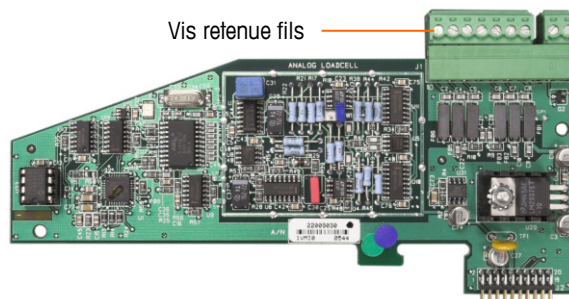
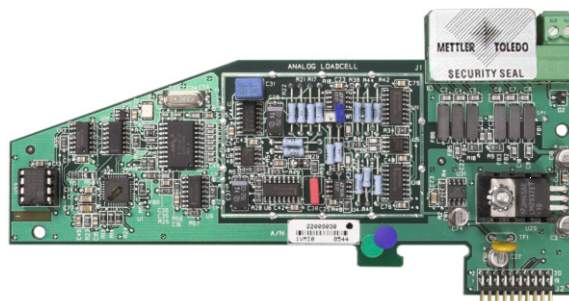

Figure 2-114 : Connexions de la carte d'options non protégée
Figure 2-115 : Sceau de sécurité installé
3. Pour protéger le(s) câble(s) d'interconnexion du capteur (connecté(s) aux cartes d'options), un sceau de sécurité doit être placé sur chaque connecteur pour éviter qu'ils ne soient enlevés ou déconnectés. Le sceau empêche également l'accès aux vis de fixation des fils (voir la Figure 2-114). La Figure 2-115 montre un sceau en place.